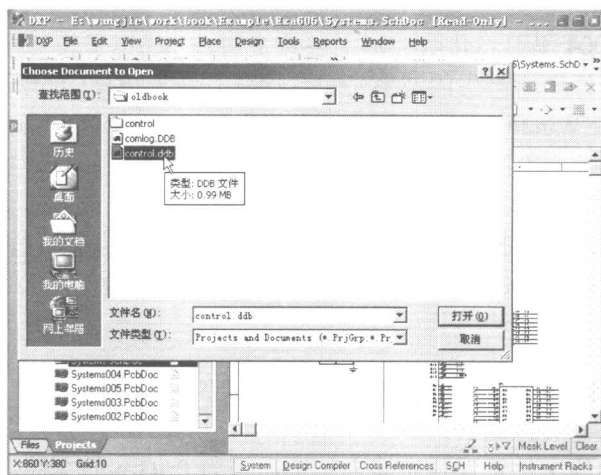

图 1-2 选中 Protel 99SE 的数据库文件
**step 1)** 首先执行菜单命令 File | Open，选中 Protel 99SE 的数据库文件，如图 1-2 所示。